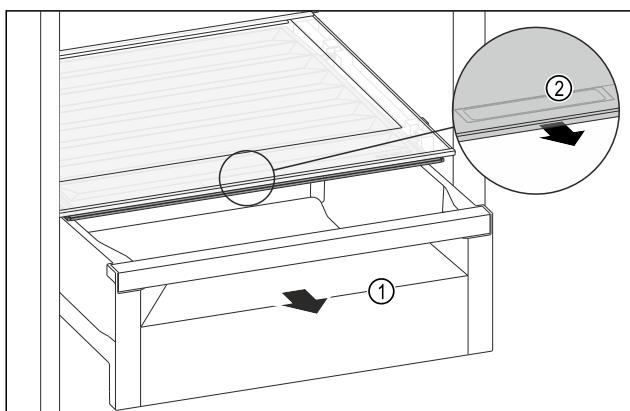

Fig. 121
- ▶ Vytiahnite zásuvku Fig. 121 (1).
- ▶ Uchopte prieħlbinu na rukoväť Fig. 121 (2) na veku zásuvky a súčasne tăhajte veko zásuvky dopredu.